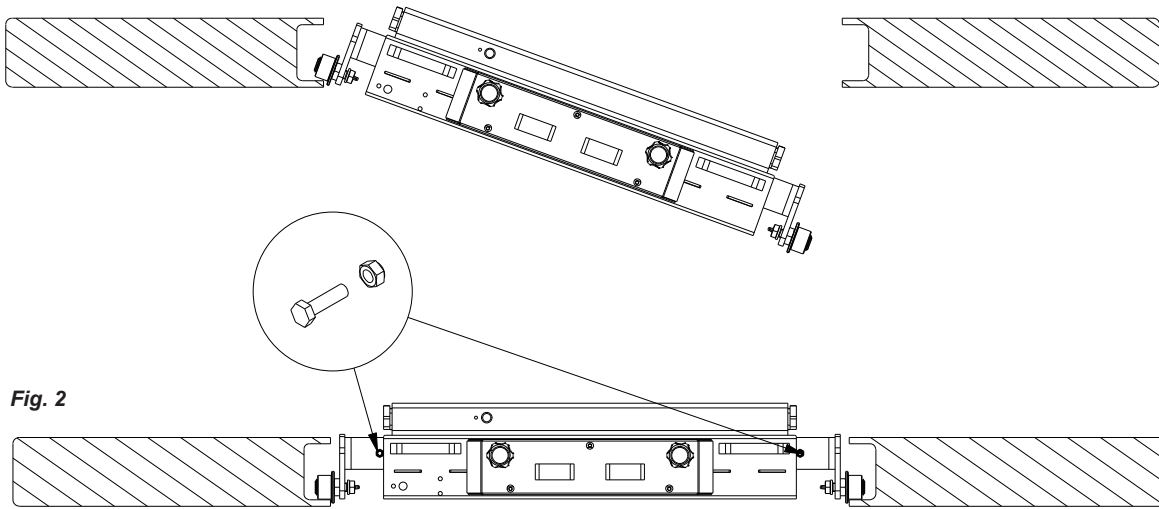
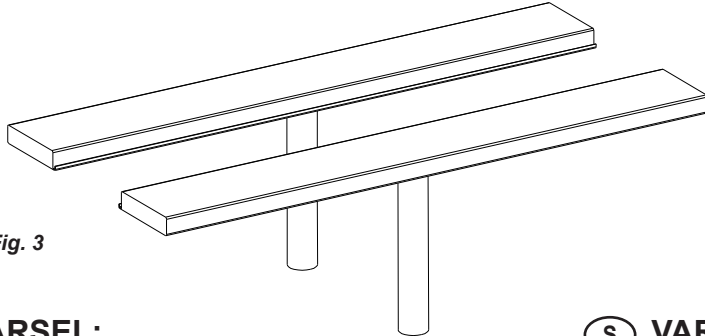

Fig. 2
Fig. 3
(N) Hvis der er nedstyrtningsfare (*flade ophæng, ruller uden styr e.l.*) skal der sikres mod nedstyrning. Bor et Ø8 hul i udtrækket i hver side umiddelbart udenfor rammen og monter gennemgående bolt (se fig. 2). Hvis der desuden vurderes at være fare for afsporing af saksedonkraften, skal ophænget sikres yderligere, især ved lifttyper som fig. 3, der har svært ved at holde kørebanerne parallelle. Sikringens udførsel beror på montørens vurdering i hvert enkel tilfælde.
To ensure against collapsing (*flat support arms, rolls without steering etc*), the support arms must be secured. Drill a Ø8 hole in the support arms right outside the main frame on both sides and mount a through going bolt (*please refer to fig. 2*). In case of danger of derailing or any other form of crashing it is important to take the relevant precautions, especially for lift types as fig.3. There may be difficulties in having this lift type keep the ramps parallel. It is up to the assessment of the serviceman how to carry out the securing of the support arms in each case.
Bei Absturzgefahr (*flache Aufhängungen, Rollen ohne Steuerung usw.*) vor Absturz sichern: Einen Ø8 Loch im Auszug in beiden Seiten bohren, unmittelbar vor dem Rahmen, und einen durchgehenden Bolzen montieren (*Siehe fig. 2*). Bei Gefahr der Entgleisung oder irgendeiner Art vom Absturz, muss man sich zusätzlich sichern, besonders bei Lift Typen wie fig. 3, da es schwierig sein kann, die Fahrbahnen parallel zu halten. Der Monteur soll in jedem einzelnen Fall beurteilen, wie die Ausführung der Sicherung der Aufhängungen ausgeführt werden muss.
En cas de danger d'écroulement (jeu d'accroches plats, rouleaux sans guide ou autre) il faut obligatoirement prendre des précautions. Percer un trou Ø8 dans le bras rallonge de chaque cotés, juste à l'extérieur du bras, et monter le boulon transversant (*voir fig. 2*). En cas de danger de déraillement veuillez prendre d'avantage de précautions surtout à l'utilisation des ponts élévateurs (*voir fig. 3*) qui arrivent difficilement à garder les rails/chemins de roulement parallèle. Chaque cas doit être étudié par l'installateur qui choisi les actions à prendre.
Om det finns risk för nedfall (slaka upphängningsanordningar, rullar utan styr på osv.) ska du säkra mot nedfall. Borra ett Ø8-hål i utdragningsanordningen på varje sida precis utanför ramen och montera genomgående bultar (se fig. 2). Om det dessutom kan finnas risk för att saxdomkraften kommer ur spår ska du säkra upphängningsanordningen ytterligare, särskilt vid lifttyper som fig. 3, som har svårt med att hålla körbana parallella. Hur säkringen görs beror på montörens bedömning i de olika fallen.
Sommige draagarmen dienen te worden gezekerd om te voorkomen dat de krik valt (bij vlakke ophanging, wielen zonder geleidingsgleuf, etc.): boor een gat Ø8 in de draagarmen aan beide zijden juist vlak naast het basisframe en monteer een bout door de ophanging (*zie fig. 2*). Het is belangrijk dat de nodige voorzorgsmaatregelen worden getroffen om de kans op ontsparing of vallen te voorkomen, in het bijzonder bij hefbruggen zoals fig. 3. Het parrallel laten lopen van dit heftoestel met de hefbrug kan lastig zijn. De installateur zal bij iedere plaatsing afzonderlijk moeten beoordelen op welke wijze de draagarmen dienen te worden gezekerd.